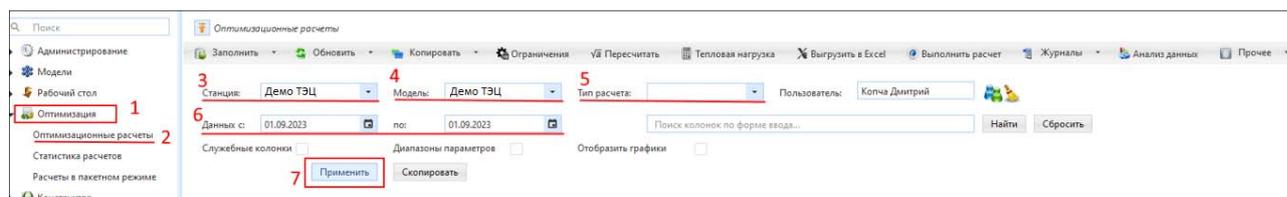

Рисунок 3.4.18 – Подраздел «Оптимизационные расчеты»
После того, как прогнозируемые данные появились в БД, пользователь может приступить к заполнению формы ввода, для этого необходимо (рис. 3.4.18): выбрать модуль «Оптимизация» (1), подраздел «Оптимизационные расчеты» (2), в выпадающем списке напротив надписи «Станция» (3), выбрать необходимую станцию и модель в выпадающем списке напротив надписи «Модель» (4), после чего указать расчетную дату в поле (6) и выбрать тип расчета в выпадающем списке напротив надписи «Тип расчета» (5), после всех проделанных действий нажать ЛКМ на кнопку «Применить».